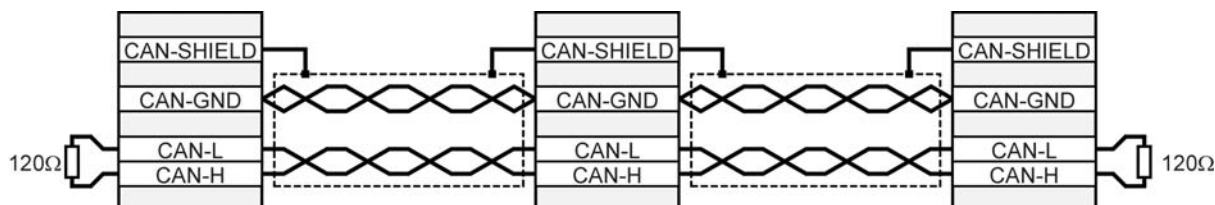

Abbildung 3.2: Verkabelungsbeispiel
- Die einzelnen Knoten des Netzwerkes werden grundsätzlich linienförmig miteinander verbunden, so dass das CAN-Kabel von Regler zu Regler durchgeschleift wird (siehe *Abbildung 3.2*).